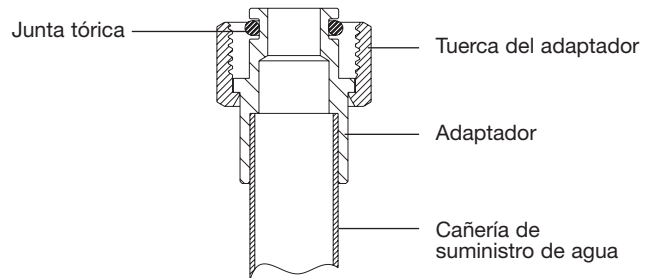

Figura 3A
7. Coloque las juntas tóricas en las muescas del adaptador (Figura 3A).